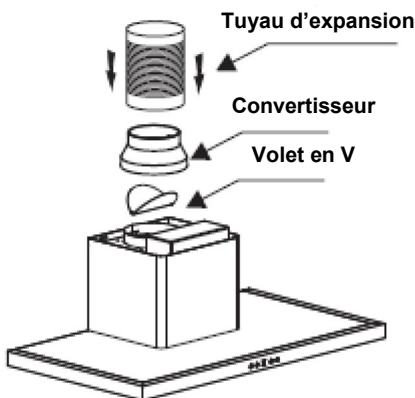

Figure 3
4. Installez le clapet en V sur la sortie. Fixez ensuite le convertisseur et le tuyau d'expansion, et fixez-le sur le convertisseur à l'aide d'un collier de serrage, voir la figure 3. Fixez le support de conduit extérieur sur celui extérieur, et assurez-vous que le conduit intérieur peut être ajusté en hauteur librement. Ensuite, installez le tuyau d'expansion et le conduit sur la hotte, voir image 4. Remarque : Le tuyau d'expansion n'est pas inclus dans le produit.